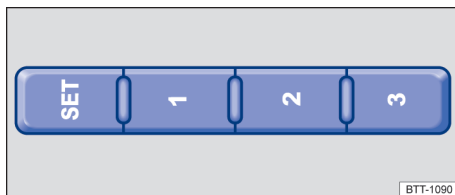

Fig. 94 Parte externa do banco do condutor: botões de memória.
- Pressionar o botão **SET** por mais de um segundo → Fig. 94.